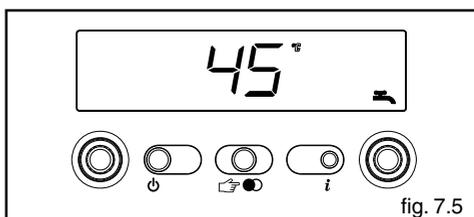

fig. 7.5
- 4 visualizza la temperatura settata (solo bollitore con sonda) (fig. 7.5)